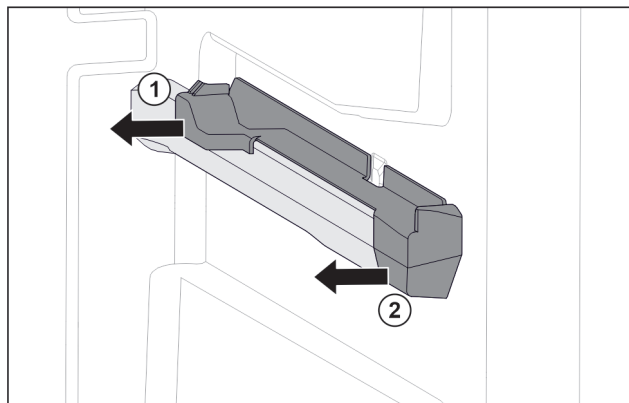

Fig. 97 Nasazovací díl na pravém žebrování na nádoby
- ▶ Stáhněte nasazovací díl vzadu na stranu. Fig. 97 (1)
- ▶ Stáhněte nasazovací díl vpředu na stranu. Fig. 97 (2)